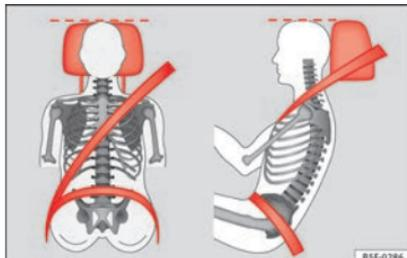

Fig. 48 Apoyacabezas ajustado correctamente visto de frente y lateralmente.
- Ajuste el apoyacabezas de modo que el borde superior quede, en la medida de lo posible, a la altura de la parte superior de la cabeza, como mínimo a la altura de los ojos » fig. 48.